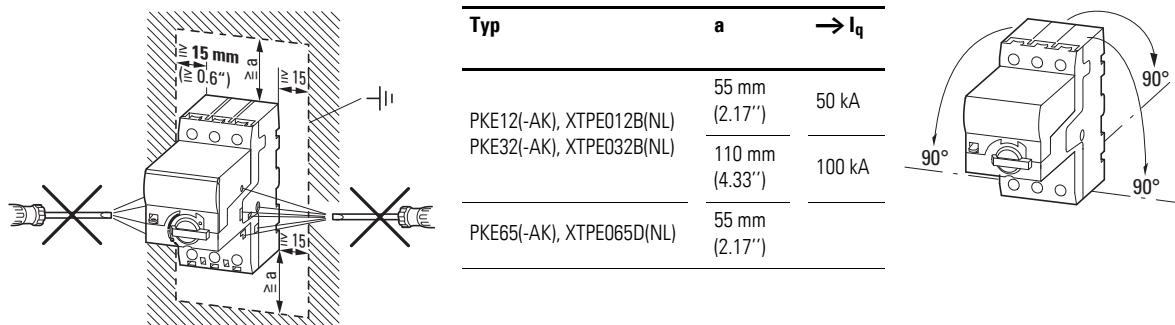

Abbildung 9: Zugelassene Einbaurahmen für Motorschutzschalter PKE
- Montieren Sie den Motorschutzschalter nur wie in Abbildung 9 dargestellt.